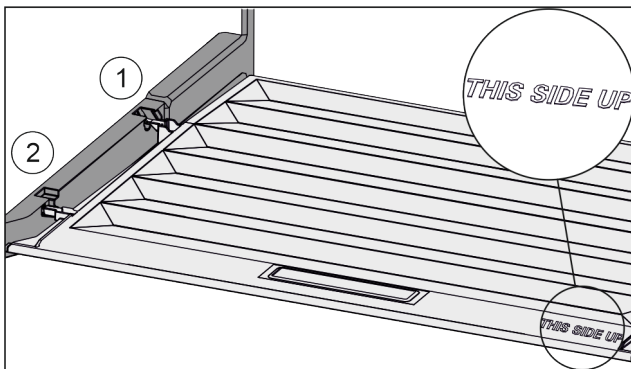

Fig. 115
- ▶ Dekselranden via de opening van de achterste houder Fig. 115 (1) aanbrengen en van voren in de houder Fig. 115 (2) klikken.